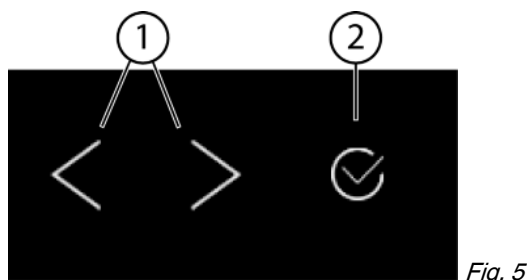
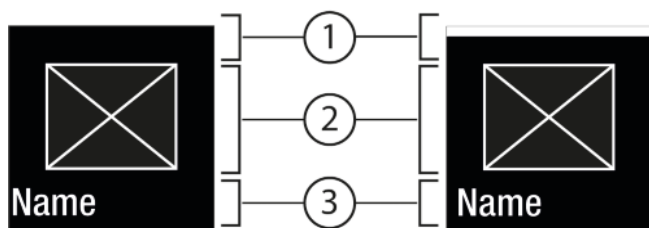
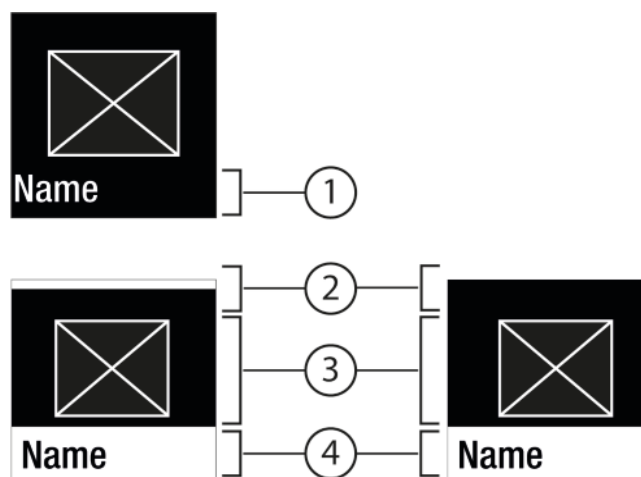

Fig. 5
Fig. 6
Fig. 7
- (1) Freccia di navigazione sinistra / destra (2) Conferma
Freccia di navigazione sinistra / destra Fig. 5 (1):
Conferma Fig. 5 (2):
- Navigare con la freccia di navigazione sinistra / destra Fig. 5 (1).
- Con Conferma Fig. 5 (2) attivare / disattivare la funzione Fig. 6 (1) / impostazione Fig. 6 (1).
- Con Conferma Fig. 5 (2) richiamare il sottomenu Fig. 7 (4).
- Impostare un valore nuovo: Con Conferma Fig. 5 (2) selezionare un valore disattivato Fig. 6 (1).
- Ritorno al menu: Con Conferma Fig. 5 (2) selezionare un valore già attivato Fig. 6 (2).
- ▶ Premere le frecce di navigazione *Fig. 5 (1)* fino a visualizzare la .
- ▶ Premere Conferma *Fig. 5 (2)*.
- ▶ Premere le frecce di navigazione *Fig. 5 (1)* fino a visualizzare la funzione.
- ▶ Selezionare il valore di impostazione con le frecce di navigazione *Fig. 5 (1)*.
- ▷ Stato: attivato *Fig. 6 (1)* è visualizzato brevemente nel sottomenu *Fig. 7 (4)*.
- ▶ Premere le frecce di navigazione *Fig. 5 (1)* fino a visualizzare Impostazioni .
- ▶ Premere le frecce di navigazione *Fig. 5 (1)* fino a visualizzare l'impostazione desiderata.
- ▶ Premere Conferma *Fig. 5 (2)* per 3 secondi.